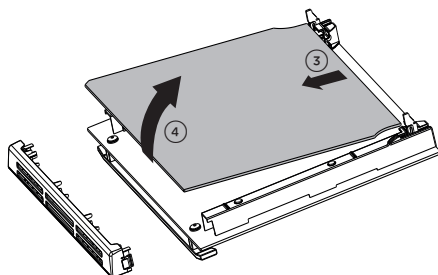

Fig. 10.16
- Sollevare ed estrarre delicatamente il vetro interno sganciandolo dagli arresti inferiori. Non inclinare troppo il vetro per evitare di danneggiarlo (fig. 10.16).